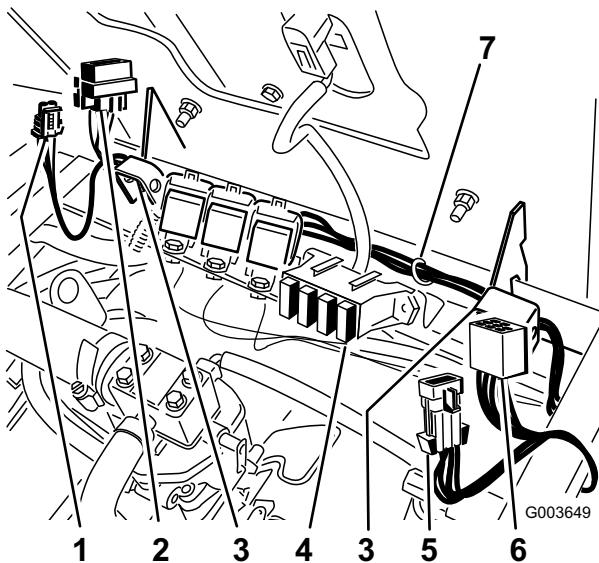

Figura 32
3. Pase el arnés desde el interruptor por la bisagra del asiento hasta el relé instalado anteriormente en la válvula (Figura 32).
- Instale el fusible en la ranura derecha del bloque de fusibles (Figura 32).